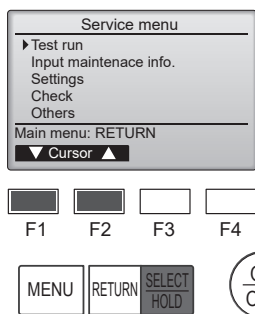

Fig. 7-3
- ③ Sélectionnez "Test run" (Test fonctions) à l'aide du bouton [F1] ou [F2], puis appuyez sur le bouton [SELECT/HOLD] (SÉLECTION/EN ATTENTE). (Fig. 7-3)